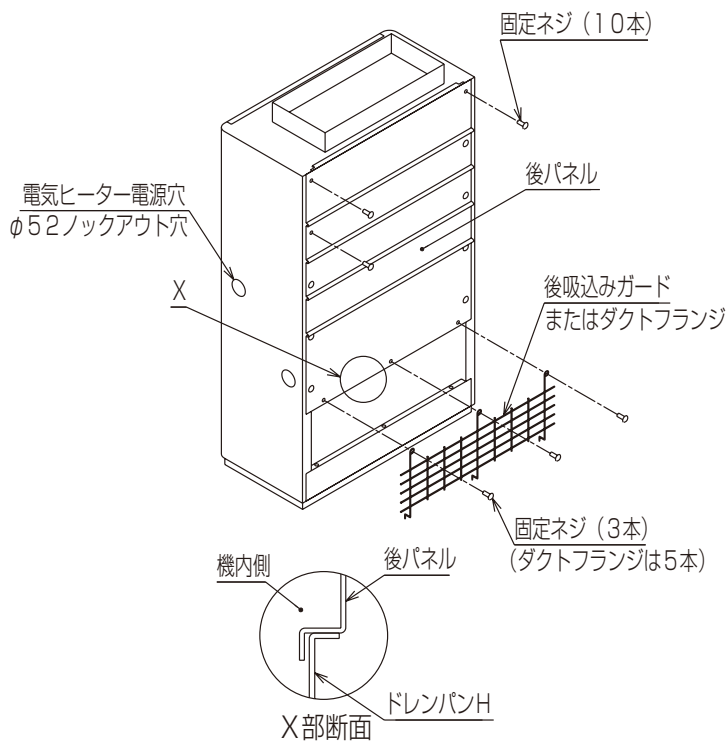

図2
(4) 電源穴の打ち抜き・・・**図2**
(1) 後パネル、後吸込みガードを取外しと逆の手順で取付けてください。・・・図2